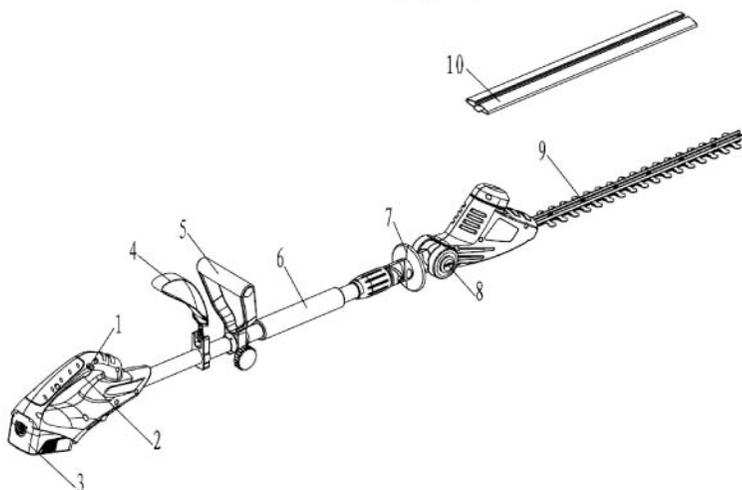

Fig.21
- Quand l'outil est en marche, la main ne doit pas s'étendre au-delà de la garde de la poignée (7) ou entrer en contact avec la lame (9). Voir figure 21
VUE D'ENSEMBLE (Fig.21)